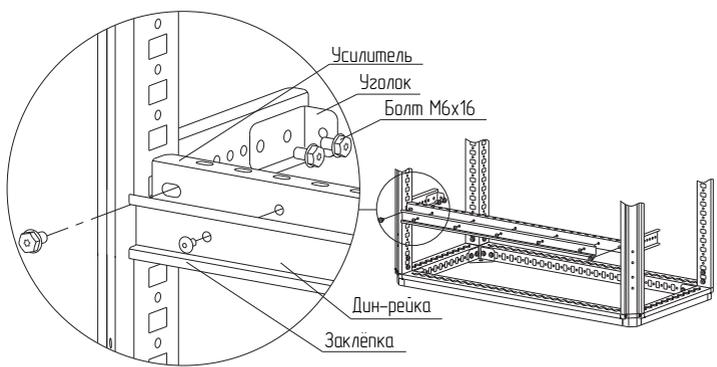

Рисунок 45
4.24.3 Установить уголки на кронштейны на нужную глубину, закрепить болтами М6×16 момент затяжки – 7 Н·м (рисунок 45).